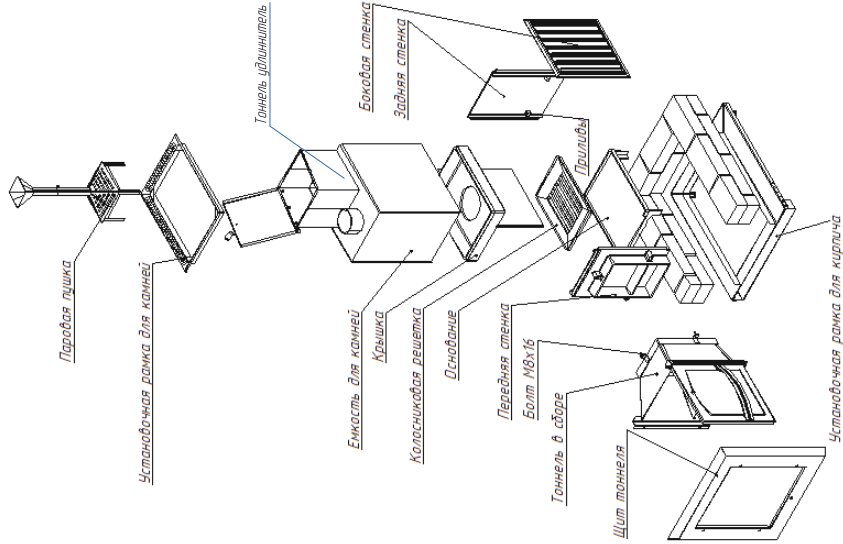

Рис.1. Схема монтажа топочного агрегата
- 5.2. В соответствии с требованиями разд. 4 Настоящего Руководства, схемой монтажа (рис.1), учитывая расположение дымового канала, на подготовленном месте установить основание топочного агрегата.
7.14. На участок потолка над топочным агрегатом установить термозащиту потолка (см. рис.1).